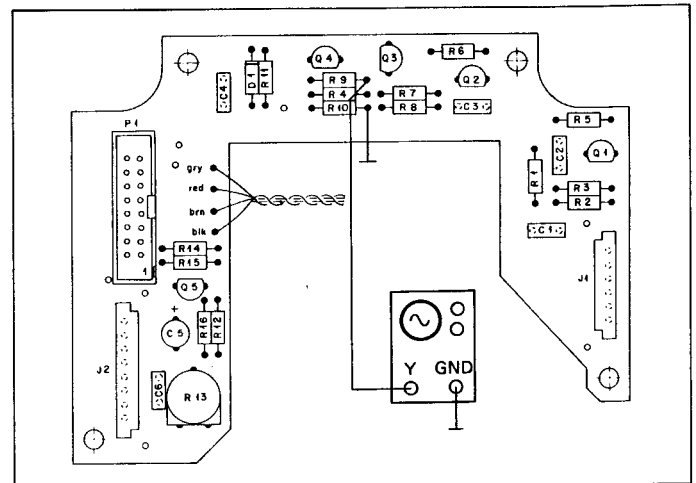
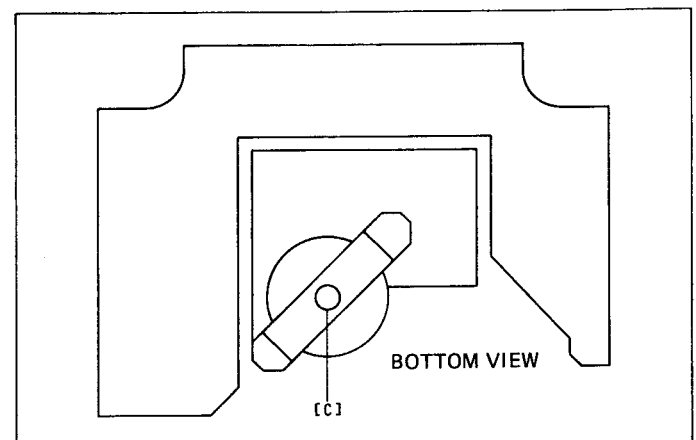
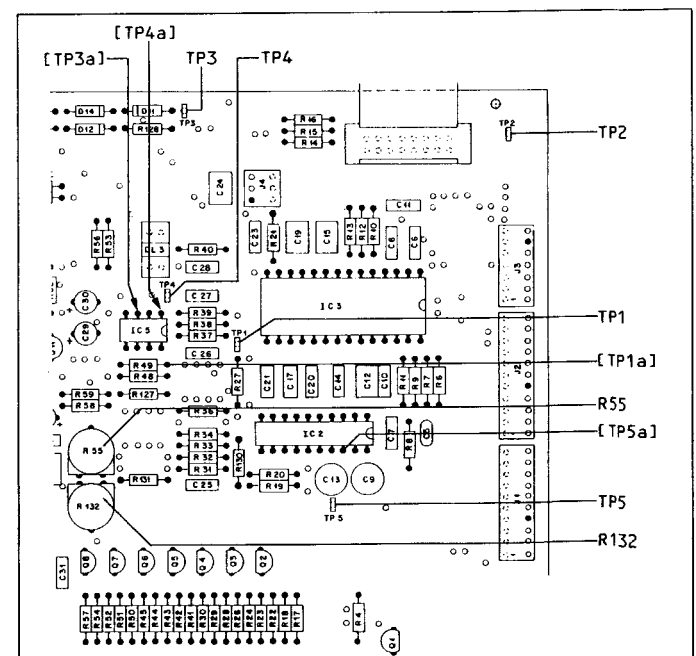

Fig. 4.14
Fig. 4.15
Fig. 4.16
-> Fig. 4.14 / Fig. 4.16
-> Fig. 4.15 / Fig. 4.16
→ Fig. 4.16